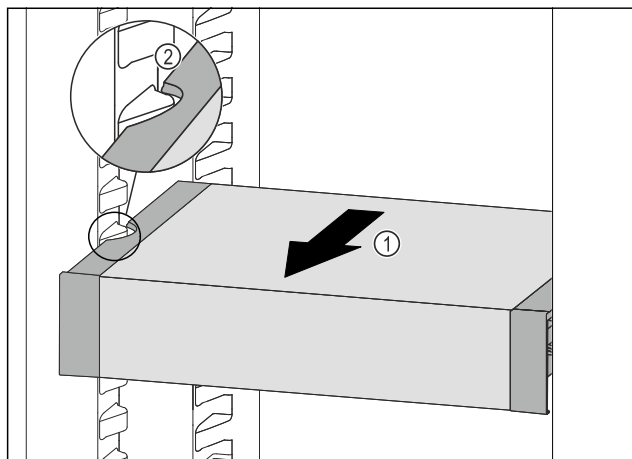

Fig. 109
- Trekk VarioSafe forover Fig. 109 (1), til utsparingene på sidene av VarioSafe er på nivå med rillene i kjøleskapet. Fig. 109 (2)